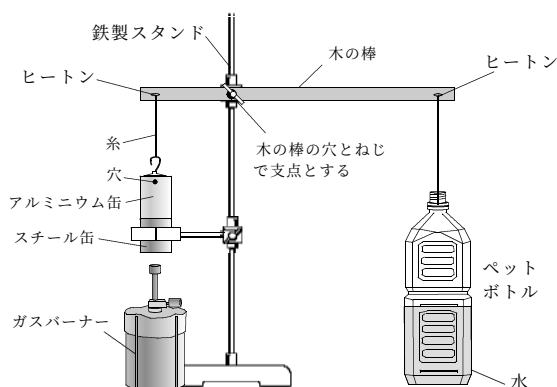

図2 実験装置
- (5) 木の棒の穴に鉄製スタンドのねじを通し、鉄製スタンドに、てこを取り付ける（図2）。
- (6) スチール缶の底を鉄製スタンドで固定し、アルミニウム缶のフックと水を入れたペットボトルを、図2のように測量用水糸で結ぶ。
- (7) スチール缶の底をガスバーナーで加熱する。
- (8) アルミニウム缶の穴から十分湯気が出るまで加熱したら、火を止めてアルミニウム缶の穴を布ガムテープでふさぎ、アルミニウム缶の上から冷水をかける。
- (9) スチール缶は「午後の紅茶」「おいしいお茶」「不二家ネクター」、アルミニウム缶は「ポカリスエット」「爽健美茶」「まる茶」「生茶」を使用し、それぞれの組み合わせで実験が成功するか、確認した。